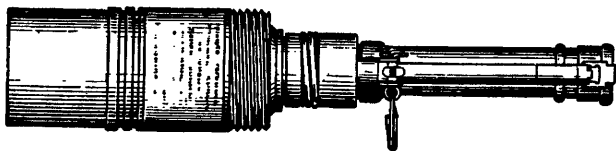

Рис. 2. Общий вид ручной кумулятивной гранаты РКГ-3
**2. Ручная кумулятивная граната РКГ-3** (рис. 2) является противотанковой гранатой и предназначается для борьбы с танками и другими бронированными целями (самоходно-артиллерийская установка, бронетранспортер, бронеавтомобиль и т. п.), а также для разру-